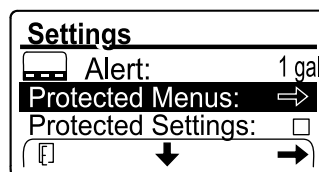

Figura 108
1. Introduceți codul PIN pentru opțiunea PROTECTED MENUS (Meniuri protejate) (Figura 108), consultai Accesarea meniurilor protejate \(Pagină 22\).